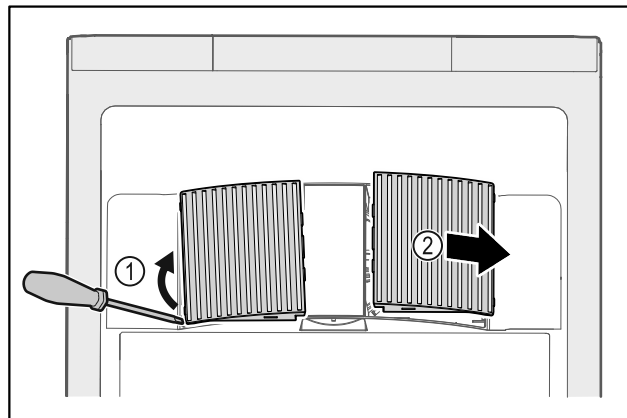

Fig. 59
- Extraire par un mouvement de levier les caches latéraux Fig. 59 (1) vers l'avant Fig. 59 (2).